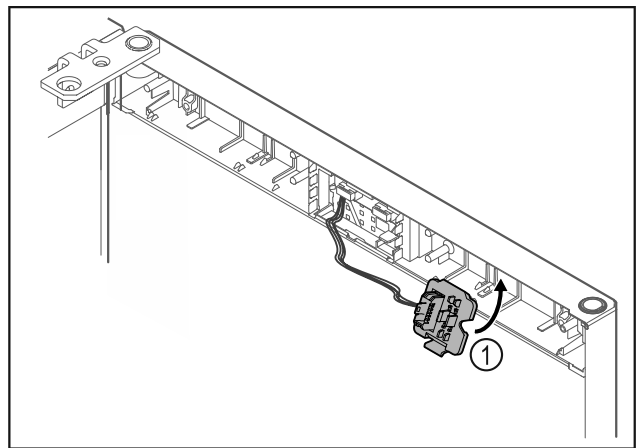

Fig. 15
- ▶ Steckerhalterung Fig. 15 (1) auf Gegenseite einrasten.